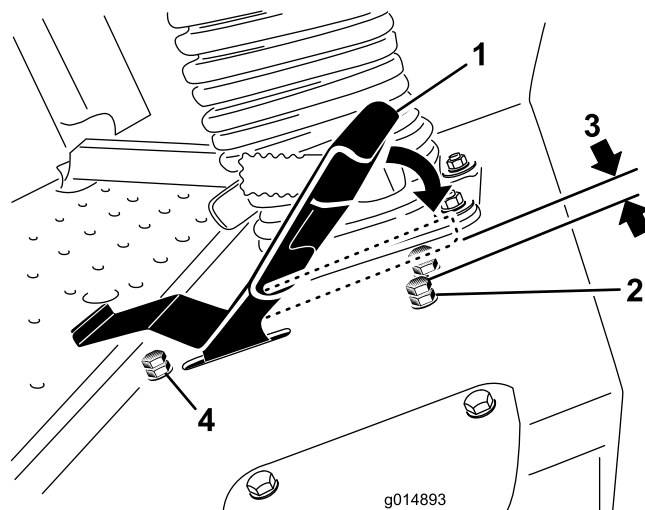

Figure 60
3. Desserrez l'écrou de blocage sur le boulon d'arrêt de la pédale de déplacement (Figure 60).